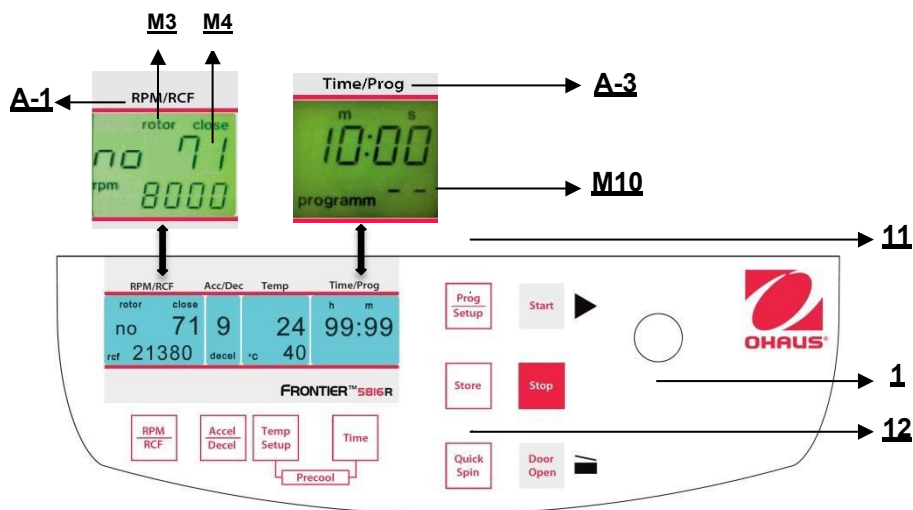

Figura 28
Pre richiamare i programmi salvati, premere il tasto **"Prog/Setup"** (11) (fare riferimento alla figura 28) quando il coperchio è già chiuso. Sul display **"Time/Prog"** (A-3), appare la parola **"programm -"**(M10). Il numero di programma desiderato può essere preselezionato mediante la manopola di regolazione (1).